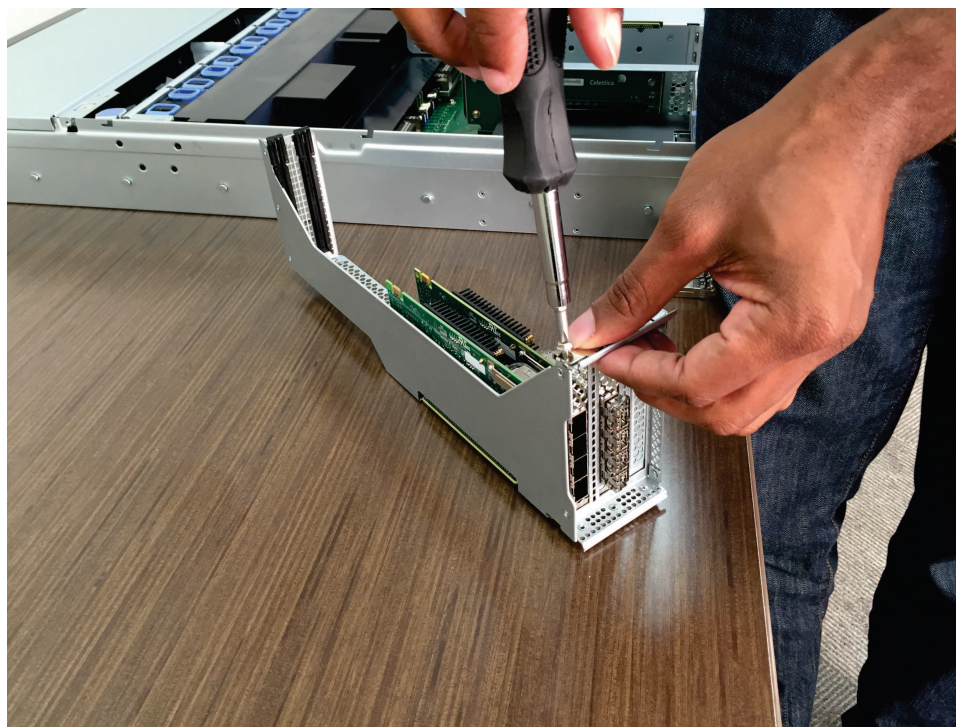

Figura 251. Protegendo o adaptador no conjunto de adaptadores
4. Reconecte o adaptador com segurança ao conjunto de adaptadores, conforme mostrado em Figura 251 na página 310.